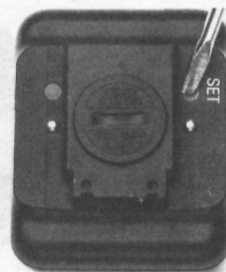

Fig. 15
- Zodra de wielmotrek juist wordt weergegeven de knop „SET“ aan de onderkant van de computer indrukken (fig. 15). De wielmotrek is nu geprogrammeerd, maar kan ieder moment – indien nodig – worden veranderd.
- Dès que la taille de la roue est correctement affichés, vous appuyez sur la touche «SET» (au dos de l'ordinateur) (fig. 15). La taille de roue est maintenant saisie et peut être modifiée à tout moment.
- premere il pulsante «SET» (sul retro del computer) (fig. 15) non appena vengono esattamente visualizzati la circonferenza della ruota; ora è programmata la circonferenza delle ruote che può essere variata in qualsiasi momento lo si voglia.